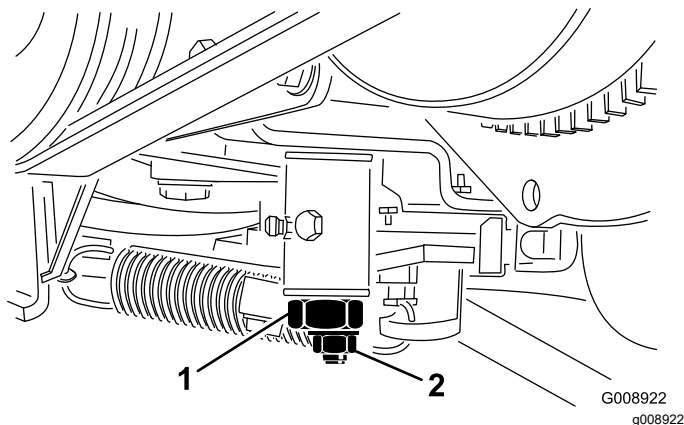

図 51
2. 噴射ポンプのレバーアーム 図 51 の部分にあるスロットルケーブルのコネクタをゆるめる。